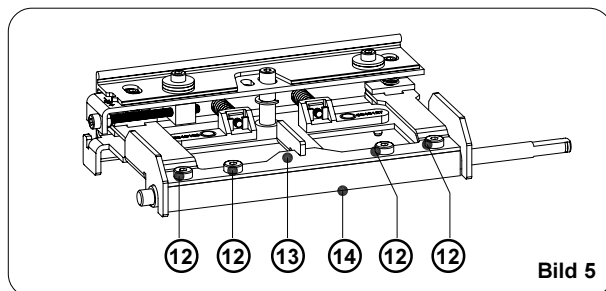

Bild 5
19. Bringen Sie beim Anschrauben der Achse (14) (siehe Bild 5) den Vierkant der Achse so gut wie möglich zur Deckung mit der Kontur der Blattfeder (13).